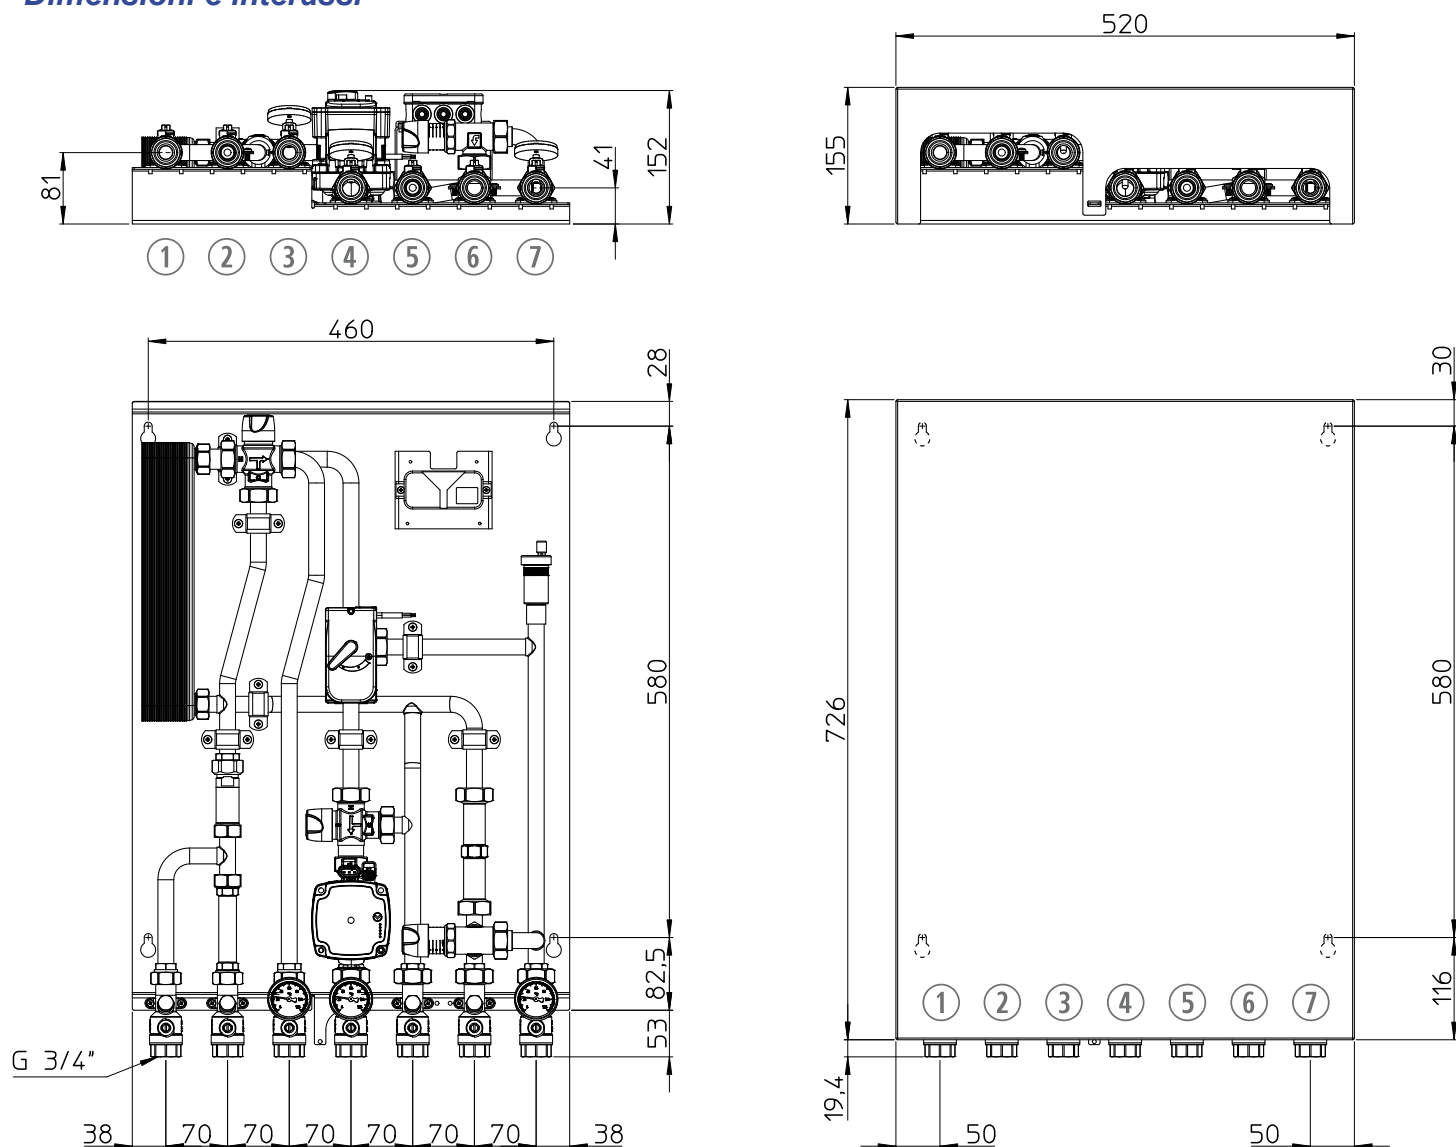

Fig.1 - Schema per l'installazione a muro del modulo, dimensioni d'ingombro ed interassi significativi.
- ✓ Individuare e identificare la posizione dei 4 fori da realizzare sul muro secondo lo schema in Fig. 1.